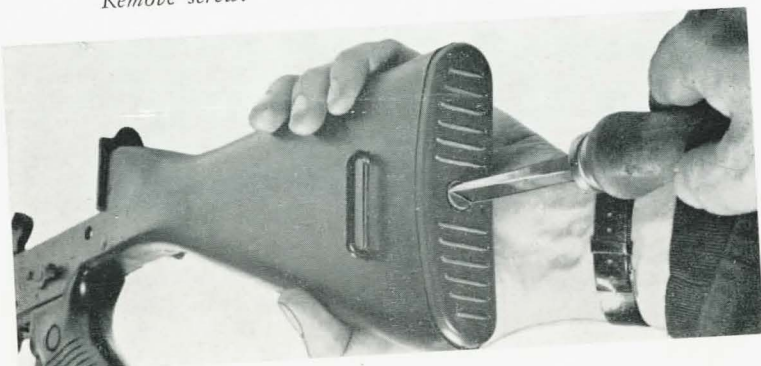

Fig. 54
1. con cacciavite 108 svitare vite calciolo (fig. 54).
1. using screwdriver 108 unscrew butt plate screw (figure 54).